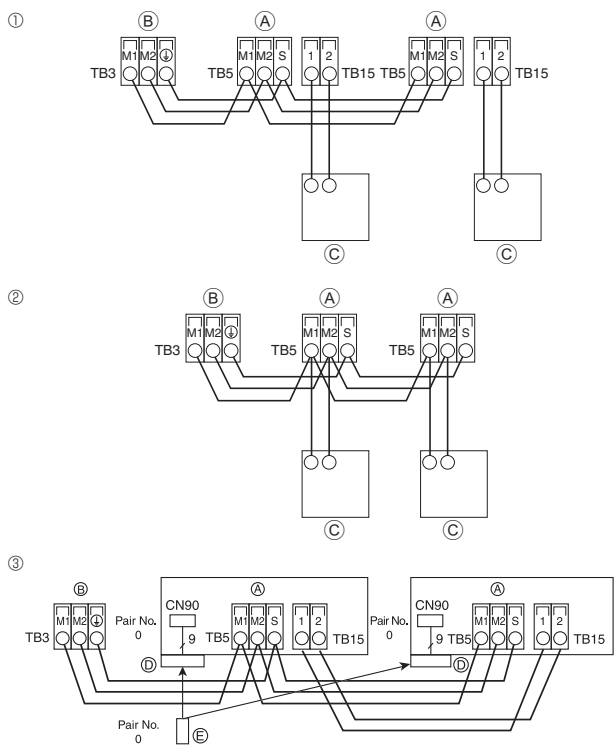
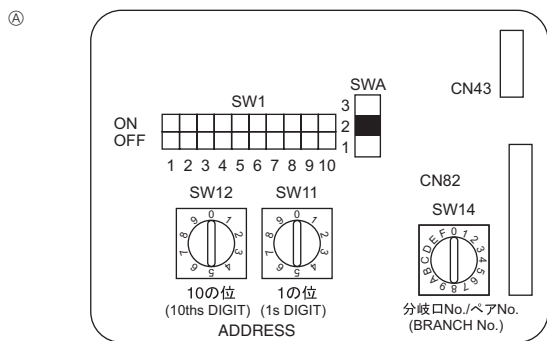

Рис. 6-3
Рис. 6-4
6.4. Подсоединение пульта дистанционного управления, кабелей передачи внутри и снаружи (Рис. 6-3)
- ① Пульт дистанционного управления "MA"
- ② Пульт дистанционного управления "M-NET"
- ③ Беспроводной пульт дистанционного управления (в случае установки приемника беспроводных сигналов)
6.5. Установка адресов (Рис. 6-4)